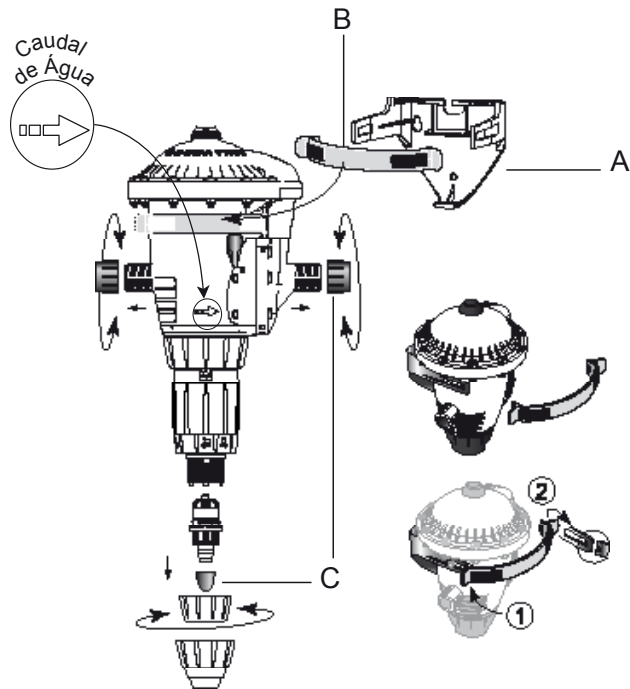

Fig. 1
- suporte de parede (Fig. 1-A) e uma correia (Fig. 1-B),
Retire as tampas de protecção (Fig. 1-C) que fecham os orifícios do seu DOSATRON antes de o ligar à rede de água.